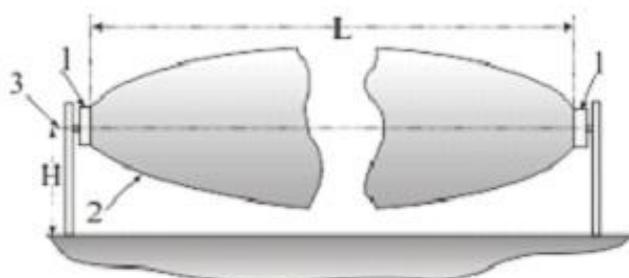

Рис. 4.1
4.1.6 При наклонной ориентации блоков, ЗО «2» (рис. 4.1) имеет форму, усеченного поверхностью земли, эллипсоида вращения. При приближении к БПРД (БПРМ) ЗО «отрывается» от земли и, при необходимости обнаружения низко движущегося («на короточках») нарушителя, необходимо прикрыть образовавшиеся «проходы» с помощью смежных ЗО, как показано на рис. 4.3, 4.4 (вид сверху) и 4.5 (вид сбоку), либо с помощью физических преград.